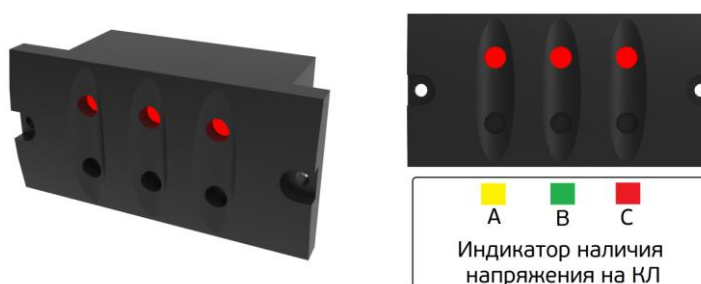

Рис. 11.11.1.1 Устройство EVI
На каждом присоединении устройства НМН на лицевой панели установлены устройства индикации напряжения EVI (Рис. 11.11.1), устройство подключено к емкостным делителям напряжения встроенным в бушинги проходных изоляторов в кабельном отсеке. Устройство снабжено тремя световыми индикаторами наличия напряжения по одному на каждую фазу КЛ, а также штекерными отверстиями располагающимися рядом с каждой из ламп, цветовая маркировка фаз наносится под устройством.
Фазировка кабеля присоединения (1) (вновь включаемого или после ремонта) проводится с кабелем другого присоединения (2), находящимся под напряжением, расположение и чередование фаз которого уже проверено и является правильным (Ж-З-К). Фазировка проводится посредством фазового компаратора (Рис. 11.) путем установки штыревых контактов компаратора в штекерные отверстия соответствующих фаз фазуемых присоединений (Рис. 11.11.1). При подключении переносного указателя к одноименным фазам – лампа указателя не горит, к разным фазам – горит (т.е. также, как при фазировке “в горячую”).